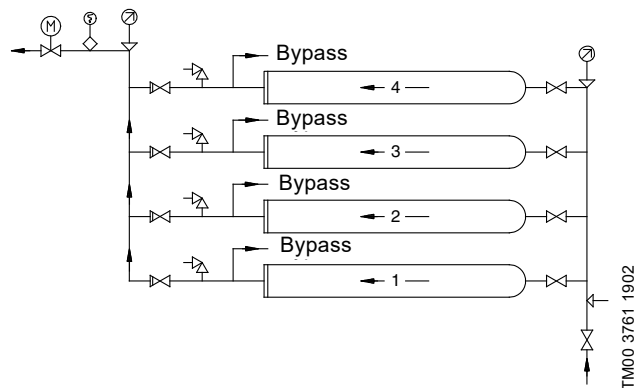

Fig. 7 Sistema booster con quattro moduli collegati in parallelo, montati uno sopra l'altro
I moduli booster di Grundfos sono forniti di serie senza una valvola di non ritorno integrata. Tuttavia, una valvola di non ritorno può essere costruita su richiesta. Vedi fig. 7.
- Per i moduli collegati in parallelo, montati uno sopra l'altro, si consiglia di collegare i tubi come mostrato in fig. 7. Questa disposizione assicura che i moduli siano riempiti di acqua prima dell'avviamento.